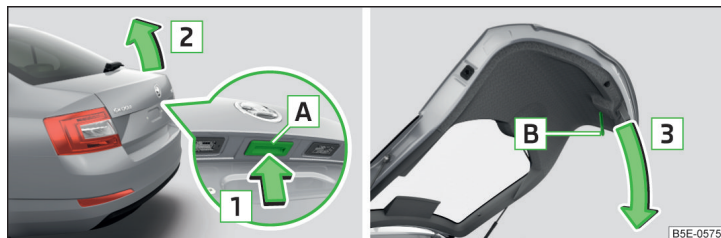

Fig. 42 Deschiderea/închiderea capotei portbagajului
- Apăsați tasta **A** în sensul săgeții **1** » fig. 42.